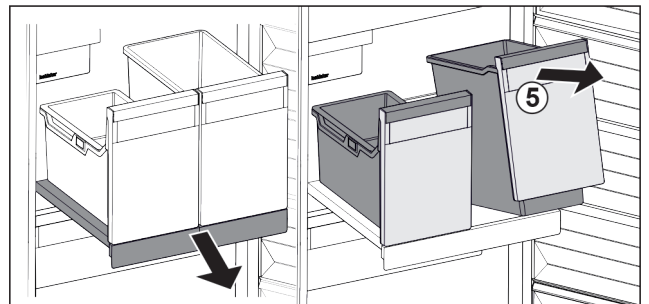

Fig. 139
- Soulever les bacs Fig. 139 (5) par l'avant.